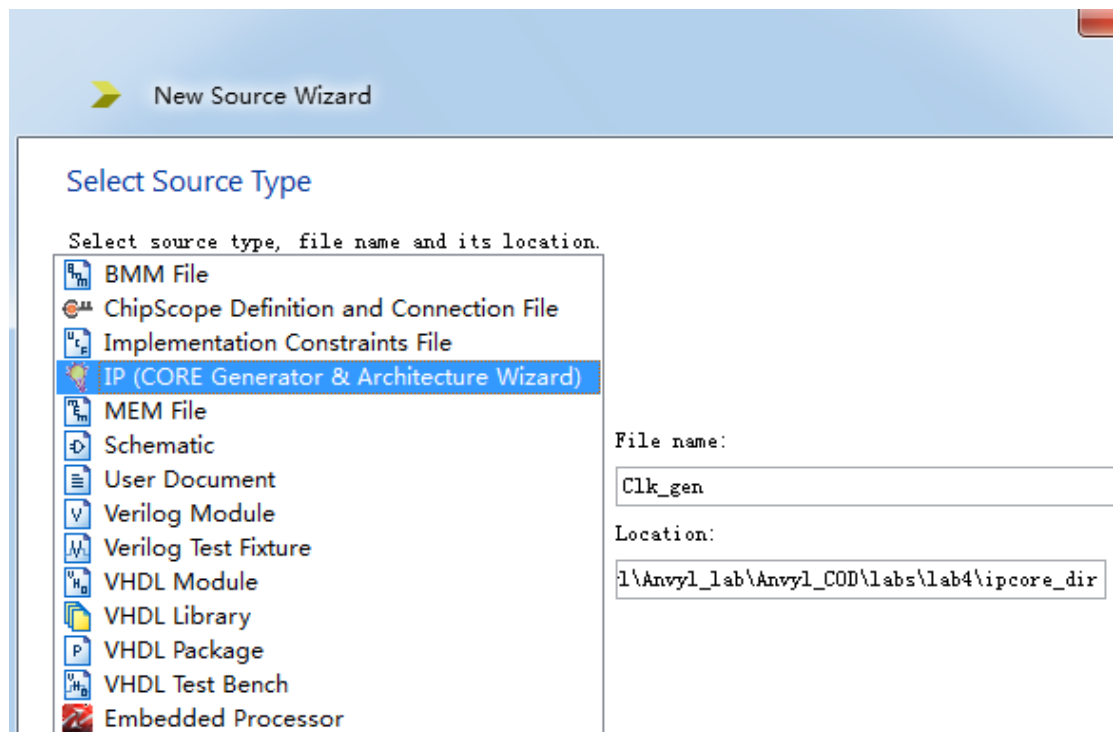

图 8. 创建 Clocking wizard 时钟管理 IP Core
- 利用 Core Generator 来生成时钟，右键选中 Hierarchy 窗口，选择 New Source，左侧框中选择 IP，右侧输入文件名。如图 8 所示。
- 选择 IP Core 类型，这里使用 Clocking Wizard。如图 8 所示。